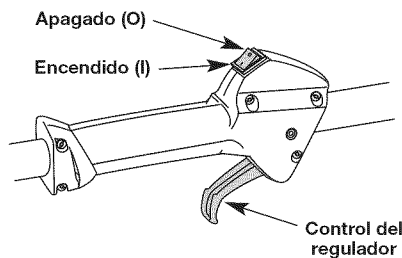

Fig. 6
NOTA: No hay necesidad de arrancar la unidad. El control de Encendido/Apagado está en la posición ENCENDIDO (I) en todo momento (Fig. 6).
2. Presione y mantenga oprimido el interruptor de control de Encendido y Apagado en la posición APAGADO (O) hasta que el motor se detenga por completo (Fig. 6).